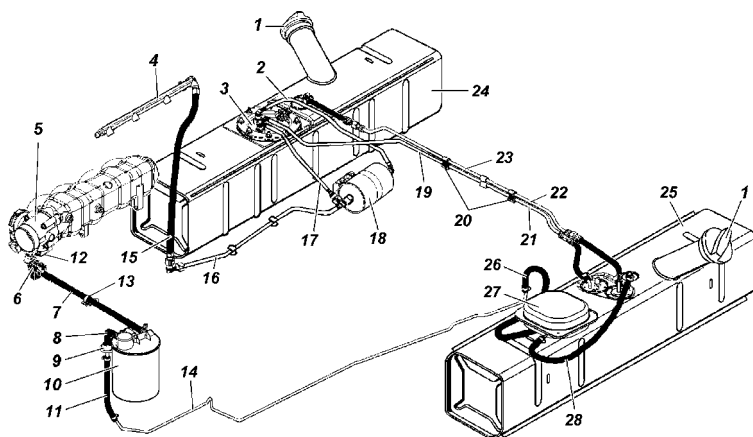

Рис. 9.9. Схема системы питания двигателя топливом:
**Топливные баки 24, 25** (рис. 9.9). Обслуживание топливных баков заключается в периодической промывке фильтра топливного модуля (правый бак) и промывке самих баков.
-откройте люк в полу кузова над топливным модулем 3, отверните болты крепления сепаратора 27 (рис. 9.9), выньте его и отсоедините от него шланги;
**Топливный модуль 3** (рис. 9.9) погружного типа, включающий в себя электробензонасос, сетчатый фильтр, струйный насос, регулятор давления и датчик указателя уровня топлива.